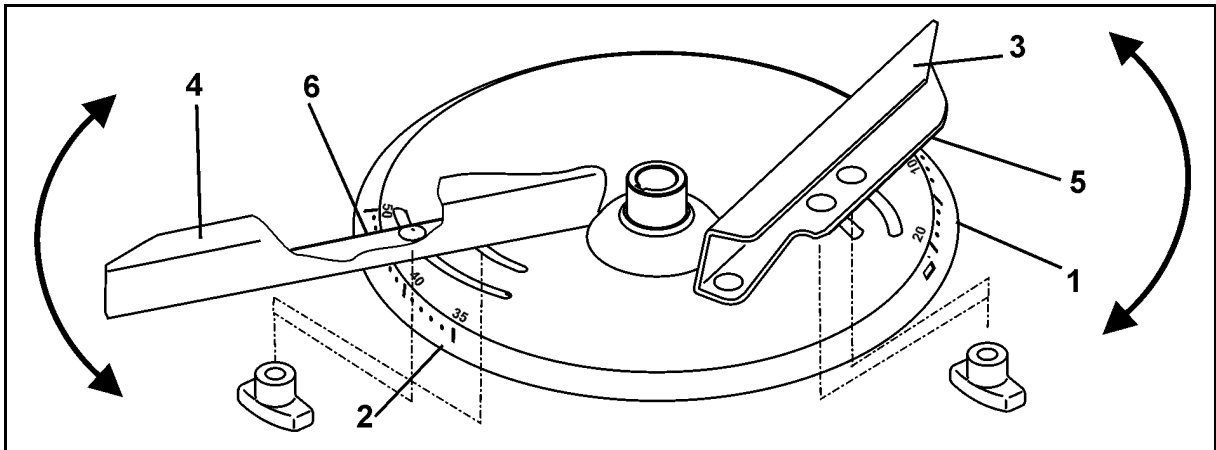

Рис. 70
Для точного налаштування окремих розкидних лопаток без використання інструменту кожен розкидний диск має спеціальну шкалу (Fig. 70/1 і Fig. 70/2).
- Коротшій розкидній лопатці (Fig. 70/3) відповідає шкала (Fig. 70/1) зі значеннями від 5 до 28, а довшій розкидній лопатці (Fig. 70/4) – шкала (Fig. 70/2) зі значеннями від 35 до 55.
- Значення налаштування для короткої розкидної лопатки (Fig. 70/3) зчитайте на покажчику (Fig. 70/5).
- Значення налаштування для довгої розкидної лопатки (Fig. 70/4) зчитайте на покажчику (Fig. 70/6).
- Поворот розкидних лопаток на більше числове значення шкали (Fig. 70/1 або Fig. 70/2) збільшує робочу ширину.